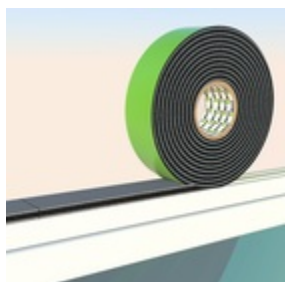

Fig.1
- Aplicar la espuma impregnada en el borde exterior del marco de la ventana, con una separación de 1-2mm respecto al marco exterior, XXXXX Apply the tape to the outer edge of the window frame, recessed back from the external frame face by 1-2mm, applying a separate length for each side to be sealed (Fig. 1).